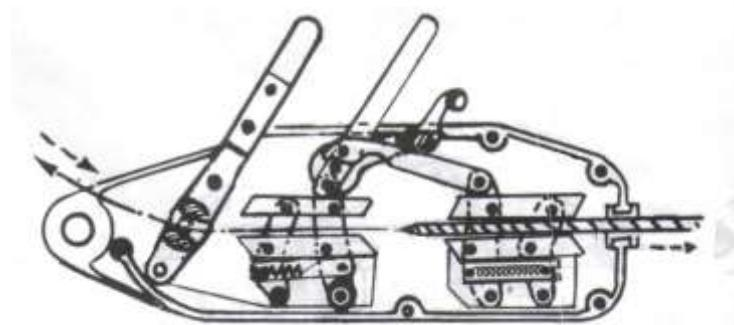

Рис.1 Конец троса входящий и выходящий.
1. Вставка троса. (Рис.1) Опустите конец троса и нажмайте на рычаг вперед-назад.
- (3) Остановить. Всякий раз, когда вы поднимаете или опускаете груз, можно в любой момент зафиксировать его в нужном положении, для этого нужно нажать рычаг остановки.
- (4) Вытащить трос из лебедки. (Рис.1) В конце работы зубцы захватов раскроются сразу же, как только вы нажмете освобождающий рычаг, а затем трос выйдет из нижнего отверстия лебедки.